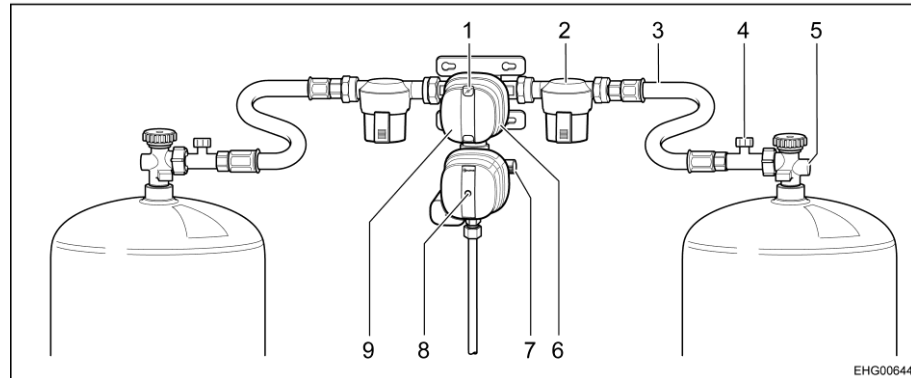
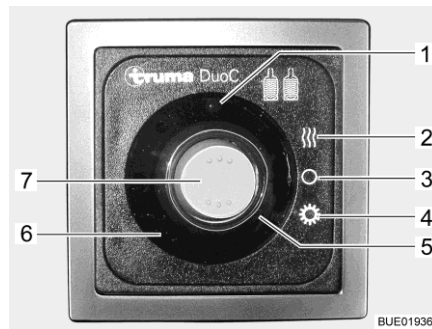

Bild 36 Gasdruck-Regelanlage DuoControl CS
Bild 37 Bedieneinheit (DuoControl)
Die DuoControl-Regelanlage besteht aus einem Umschaltventil mit Crashsensor (Bild 36,9). Die DuoControl-Regelanlage ist zwischen den Hochdruckschläuchen (Bild 36,3) mit Schlauchbruchsicherung (Bild 36,4) montiert. Mit dem Drehknopf (Bild 36,6) am Umschaltventil kann bestimmt werden, welche der Gasflaschen als Betriebsflasche und welche als Reserveflasche verwendet wird.
An der Statusanzeige (Bild 36,1) wird der Status der Gasversorgung angezeigt:
Der Betrieb mit nur einer Gasflasche ist zulässig, allerdings muss der offene Anschluss in diesem Fall mit der Schraubkappe (Bild 36,7) verschlossen werden.
Der Crashsensor sperrt die Gaszufuhr bei erheblicher Erschütterung (z. B. Unfall) ab. Der Crashsensor wird durch Drücken des gelben Resetknopfs (Bild 36,8) in Betrieb genommen.
Die Schlauchbruchsicherung (SBS) (Bild 36,4) sperrt den Gasfluss, wenn der angeschlossene Schlauch bricht.
An der Bedieneinheit (Bild 37) wird die Gaszufuhr über die DuoControl-Regelanlage ein- und ausgeschaltet. Die Haupt-Absperrventile (Bild 36,5) der Gasflaschen und die Gasabsperrentile der Geräte müssen von Hand geöffnet werden.
Sommer- und Winterbetrieb werden mit dem Wippschalter (Bild 37,7) an der Bedieneinheit umgeschaltet.
Die zwei Kontroll-Leuchten an der Bedieneinheit zeigen den Füllstand der Betriebsflasche an. Wenn die grüne Kontroll-Leuchte (Bild 37,6) leuchtet, ist die Betriebsflasche ausreichend gefüllt. Wenn die rote Kontroll-Leuchte (Bild 37,5) leuchtet, ist die Betriebsflasche leer. Die Gasversorgung erfolgt dann über die Reserveflasche.
- Mit dem Drehknopf (Bild 36,6) am Umschaltventil die Gasflasche wählen, der vorrangig das Gas entnommen werden soll (Betriebsflasche). Den Drehknopf immer bis zum Anschlag drehen.
- Haupt-Absperrventile (Bild 36,5) an den Gasflaschen öffnen.
- Schlauchbruchsicherung (SBS) (Bild 36,4) aktivieren, dazu SBS ca. 5 Sekunden lang drücken. An der Statusanzeige (Bild 36,1) wird die grüne Markierung angezeigt.
- An der Bedieneinheit (Bild 37) die DuoControl-Regelanlage einschalten. Dazu den Wippschalter (Bild 37,7) auf Winterbetrieb (Bild 37,2) oder auf Sommerbetrieb (Bild 37,4) stellen. Die gelbe Kontroll-Leuchte Eis-Ex (Bild 37,1) leuchtet, wenn Winterbetrieb gewählt wird.
- Den Wippschalter (Bild 37,7) auf Stellung AUS (Bild 37,3) stellen. Die Kontroll-Leuchten erlöschen.
- Haupt-Absperrventile (Bild 36,5) an den Gasflaschen schließen.
Wenn die grüne Kontroll-Leuchte (Bild 37,6) während des Betriebs erlischt und die rote Kontroll-Leuchte (Bild 37,5) aufleuchtet, ist die Betriebsflasche leer und muss gewechselt werden. An der Statusanzeige (Bild 36,1) wird die rote Markierung angezeigt. Die Reserveflasche versorgt die Gasverbraucher weiterhin mit Gas.
- Drehknopf (Bild 36,6) eine halbe Drehung in Richtung der aktuell verwendeten Gasflasche drehen. Damit ist diese Gasflasche jetzt die Betriebsflasche, die leere Gasflasche wird zur Reserveflasche. Die Markierung der Statusanzeige (Bild 36,1) wechselt von Rot auf Grün.
- Haupt-Absperrventil (Bild 36,5) an der leeren Gasflasche schließen. Pfeilrichtung beachten.
- Schlauchbruchsicherung (SBS) (Bild 36,4) aktivieren, dazu SBS ca. 5 Sekunden lang drücken.